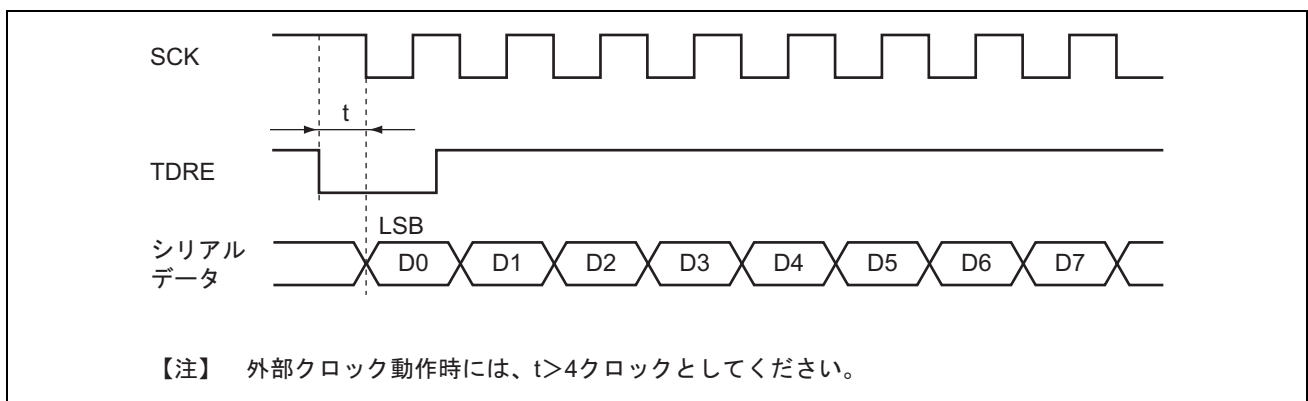

図 16.33 DTC によるクロック同期式送信時の例
1. 同期クロックに外部クロックソースを使用する場合、DMACまたはDTCによるTDRの更新後、Pφクロックで5クロック以上経過した後に送信クロックを入力してください。TDRの更新後4クロック以内に送信クロックを入力すると誤動作することがあります（図16.33参照）。